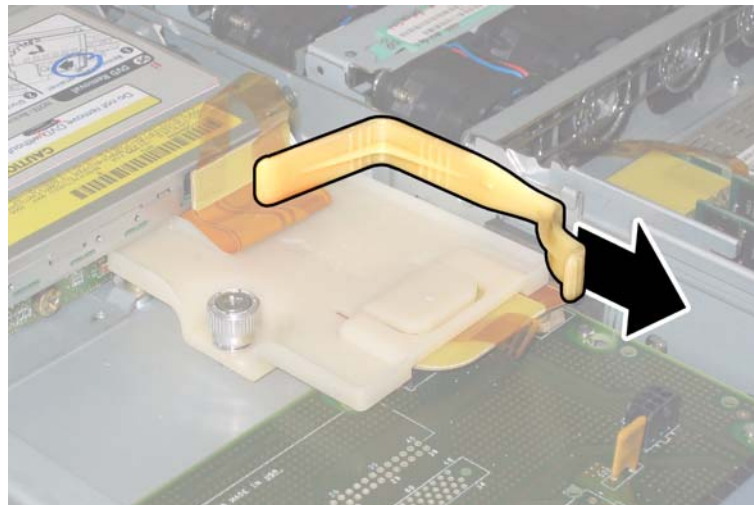

図 3-35 上部ケーブルリテーナの取り外し
9. シャーシから上部のケーブルリテーナを取り外します。リテーナをシャーシ後方に押し込み、シャーシ中央の壁にある開口部から取り外します。図 3-35 を参照してください。